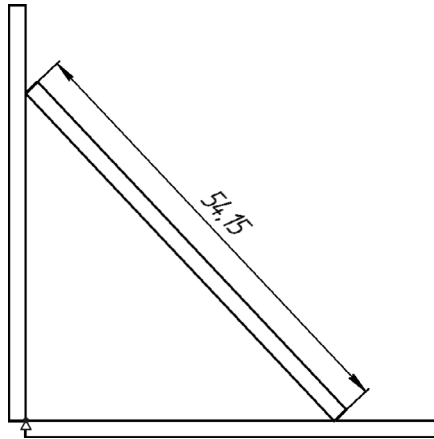

Рис. 61.13.
3. Проставьте линейный размер к любой из длинных сторон стержня (рис. 61.13). Вы можете пользоваться указанием двух точек на отрезке или кнопкой **Выбор базового объекта** на Панели специального управления.